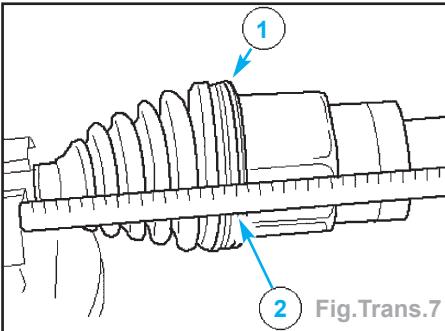

Fig. Trans.7
- Poser le soufflet du joint homocinétique intérieur (arbre de roue illustré déposé pour plus de clarté) (Fig. Trans.7) :
- glisser un petit tournevis sous la collerette du soufflet pour permettre à l'air de s'échapper (1),
- insérer le joint homocinétique aussi loin que possible, puis le sortir de **20 mm** (2).